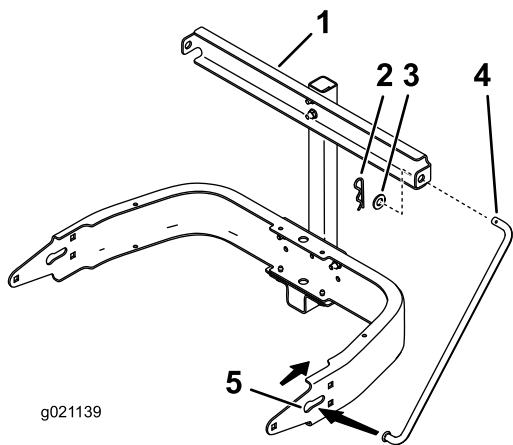

**Figura 3**
8. Deslice la bandeja en el conjunto de montaje de la bandeja, alineando los taladros. Sujétela con el pasador y la chaveta (Figura 3).